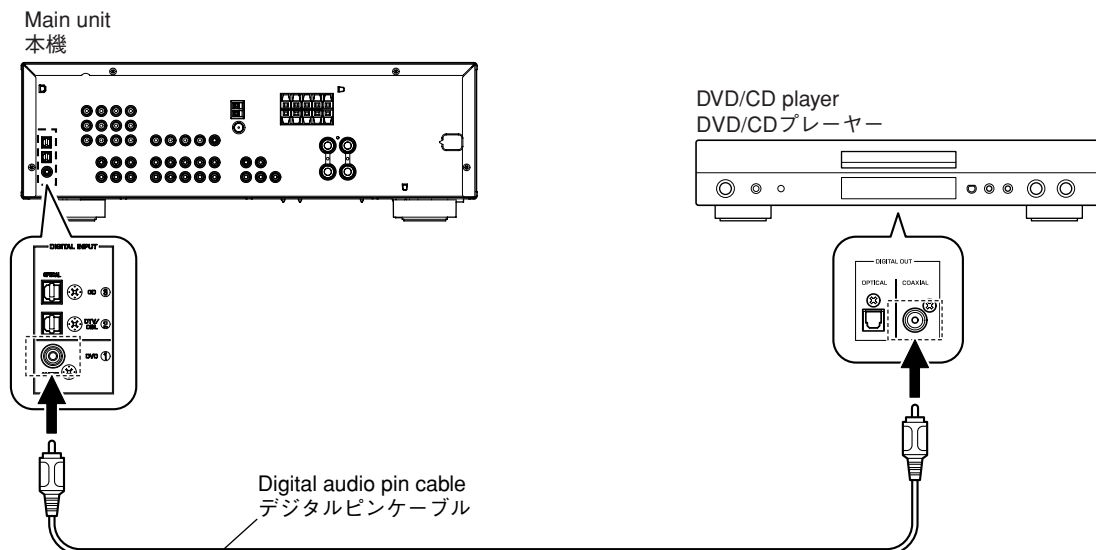

Fig. 1
- Remove 4 screws (①), 4 screws (②) and 1 screw (③). (Fig. 1)
- Slide the top cover rearward to remove it. (Fig. 1)
- ①のネジ4本、②のネジ4本、③のネジ1本を外します。(Fig. 1)
- トップカバーを後方へスライドさせ、取り外します。(Fig. 1)
- Remove 6 screws (④). (Fig. 1)
- Remove CB192, CB235, CB261 and CB408. (Fig. 1)
- Remove hook and then remove the front panel unit. (Fig. 1)
- ④のネジ6本を外します。(Fig. 1)
- CB192、CB235、CB261、CB408を外します。(Fig. 1)
- Remove the Top cover. (Fig. 1)
- トップカバーを外します。(Fig. 1)
1. Connect the main unit and DVD/CD player as shown below. (Fig. 1)
1. 本機とDVD/CDプレーヤーを下記のように接続します。(Fig. 1)